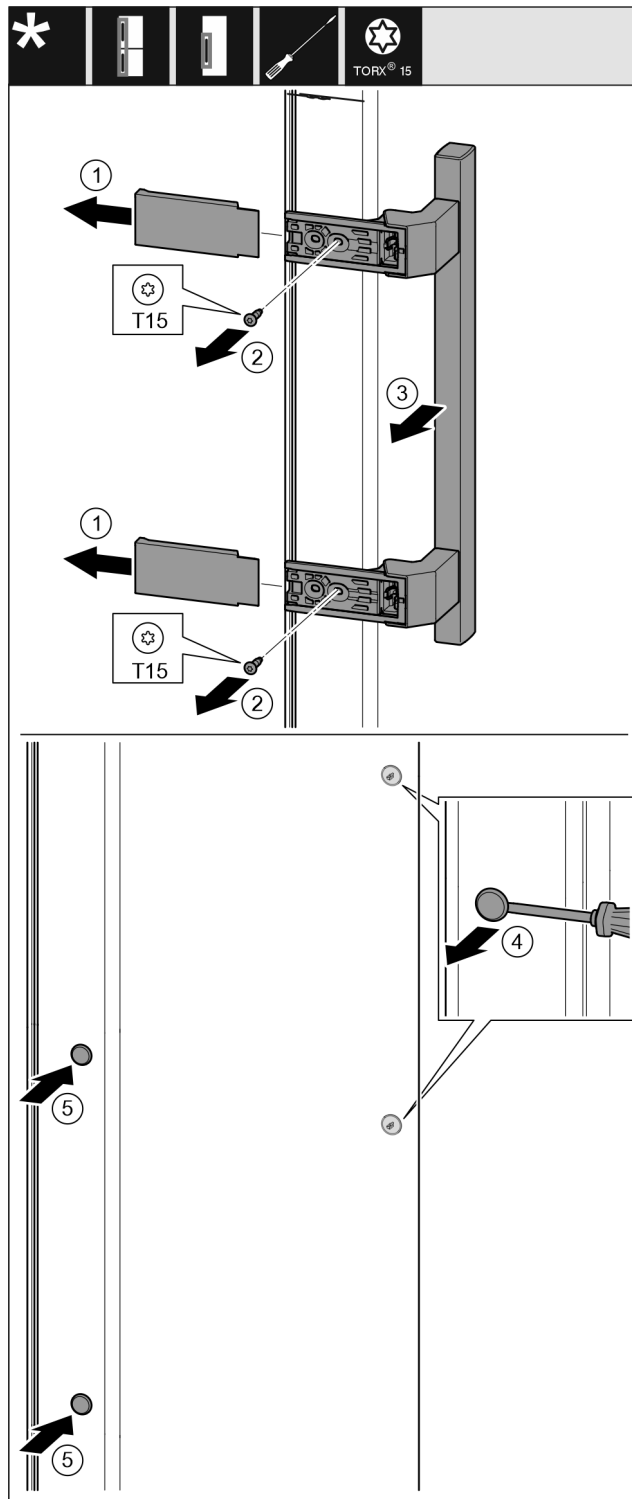

Fig. 17
- Αφαιρέστε το κάλυμμα. Fig. 17 (1)
- Ξεβιδώστε τις βίδες με κατσαβίδι T15. Fig. 17 (2)
- Αφαιρέστε τη λαβή. Fig. 17 (3)
- Ανασηκώστε προσεκτικά και τραβήξτε έξω την πλαϊνή τάπα με ένα ίσιο κατσαβίδι. Fig. 17 (4)
- Τοποθετήστε ξανά την τάπα στην άλλη πλευρά. Fig. 17 (5)